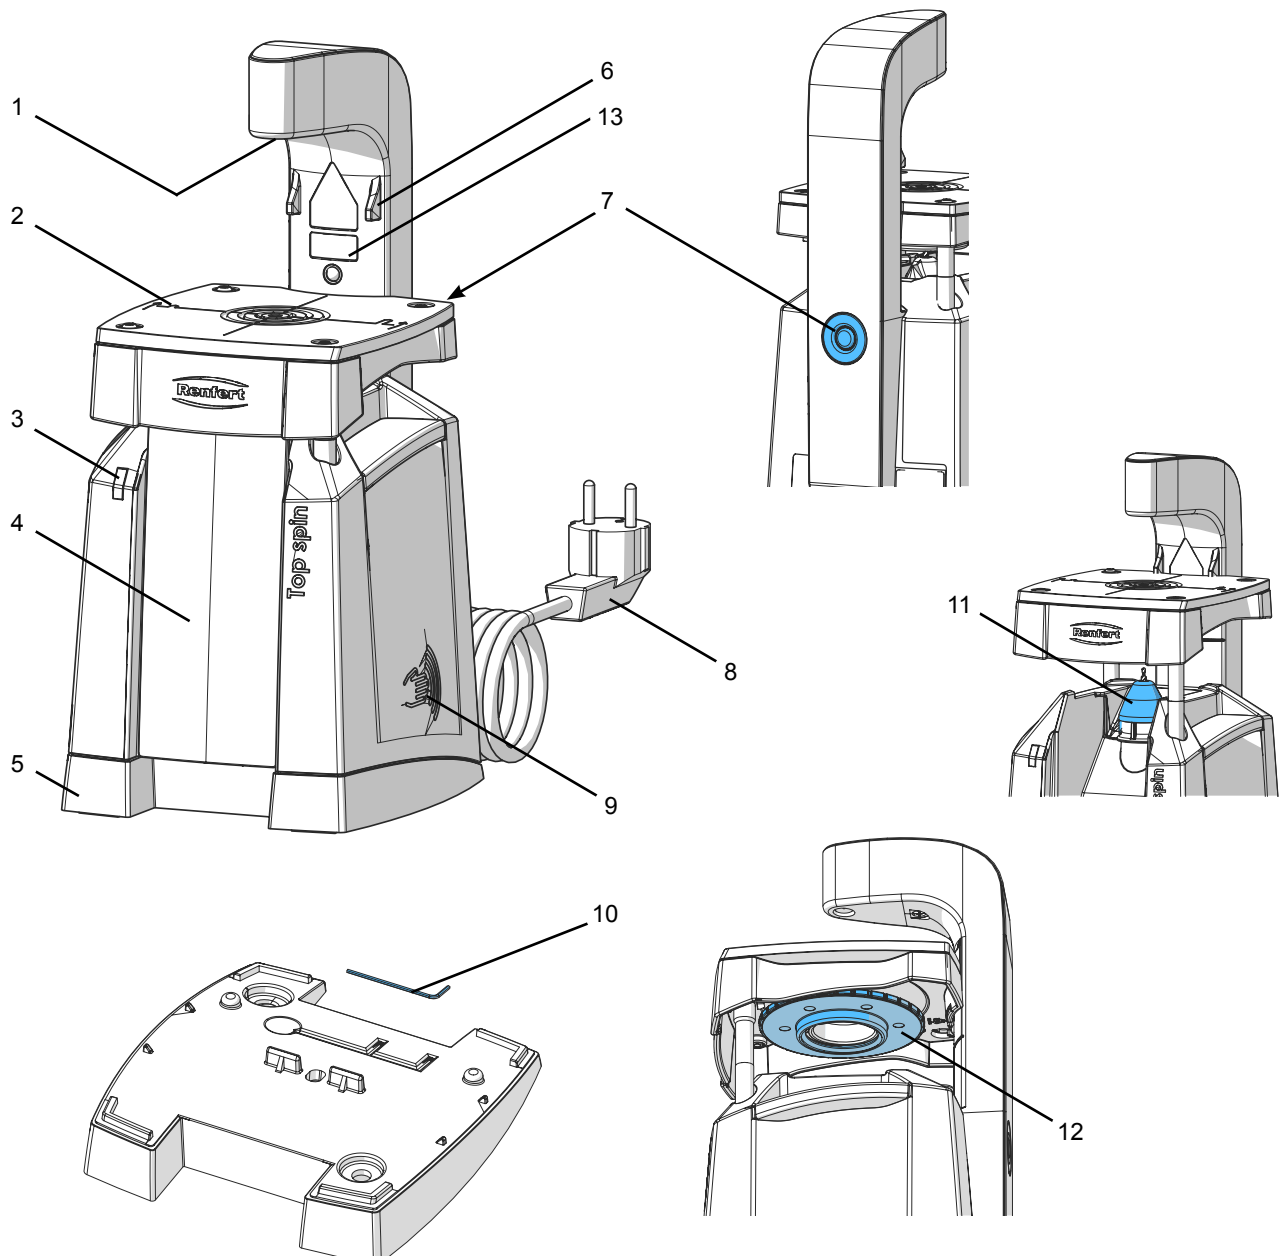

Fig. 1
- ⇒ Détacher l'autocollant de danger laser dans votre langue nationale du jeu d'autocollants et l'appliquer sur l'avertissement qui se trouve sur l'appareil (13, Fig.1).
⇒ Placer l'arcade dentaire sur la table de forage (2, Fig. 1) et l'ajuster sous le laser de visée (1, Fig. 1).